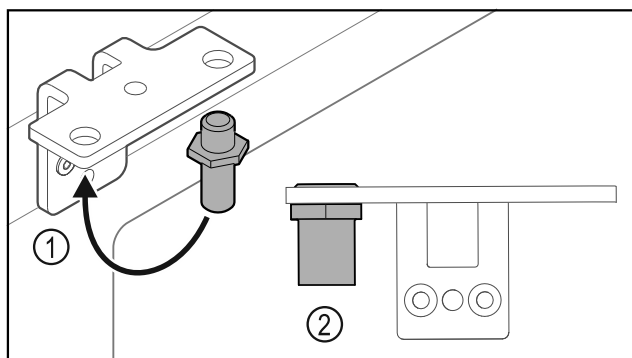

Fig. 37
- Premjestite svornjake Fig. 37 (1) u kutnim šarkama.
- Pritegnite svornjake Fig. 37 (2) **okretnim momentom od 12 Nm.**